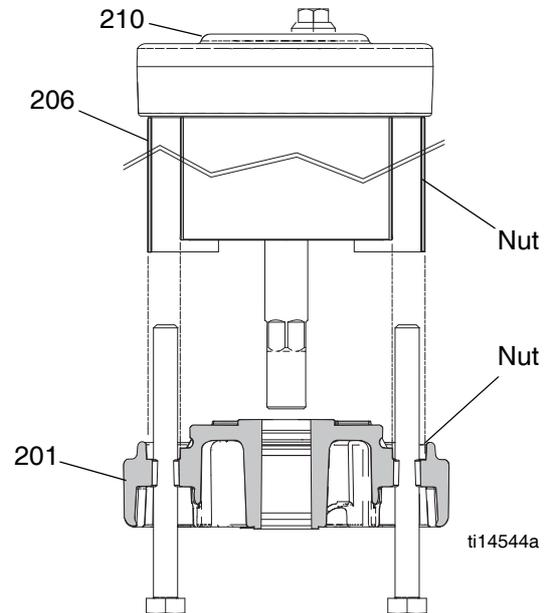

ABB. 9: Ausrichtung des Schilddampfers in den Nuten der Abdeckung
7. Den O-Ring (202) schmieren und an der unteren Abdeckung (201) anbringen.
8. Siehe ABB. 9. Die untere Abdeckung (201) vorsichtig auf den Zylinder (205) legen. Die Stange durch das Lager schieben. Die Leitungsoberflächen an der oberen und unteren Abdeckung müssen ausgerichtet sein. Sicherstellen, dass die Abschirmung (206) in der Nut der oberen und unteren Abdeckung verläuft.